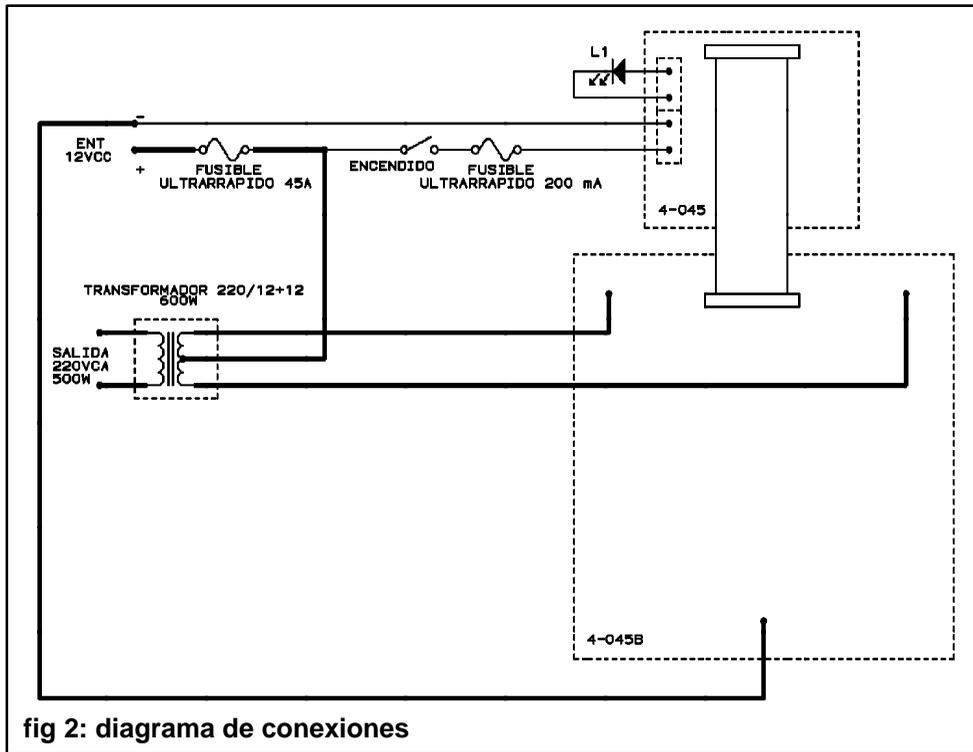

fig 2: diagrama de conexiones
- Para las conexiones de alimentación de potencia (a máximo consumo), se recomienda el uso de cable de 6 mm de diámetro, de color rojo para el positivo y negro para el negativo (fig 2).